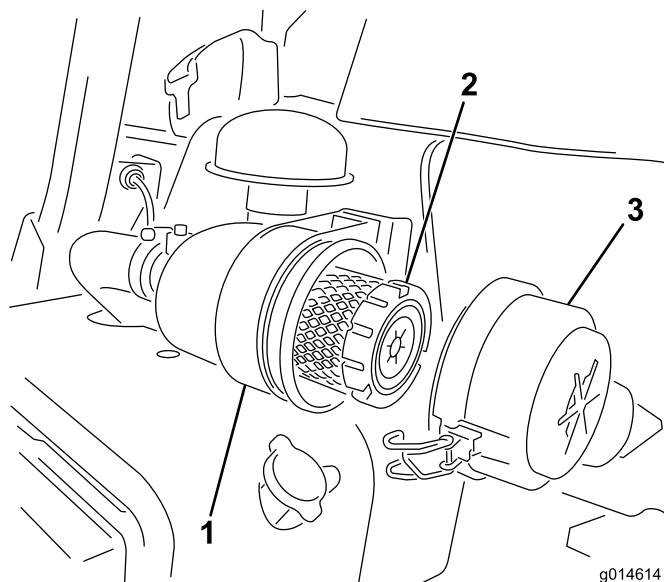

図 41
1. エアクリーナのカバーをボディーに固定しているラッチを外す(図 41)。
6. ラッチをしっかりと掛ける（図 41）。